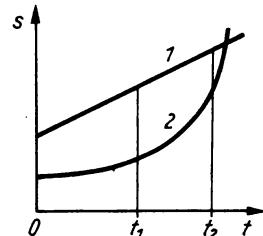

Bild 8
2.15 1. Beschreiben Sie den Verlauf der Geschwindigkeiten für die beiden im Diagramm (Bild 8) dargestellten Bewegungen. 2. Vergleichen Sie die Momentangeschwindigkeiten zu den Zeiten t_0 , t_1 und t_2 .